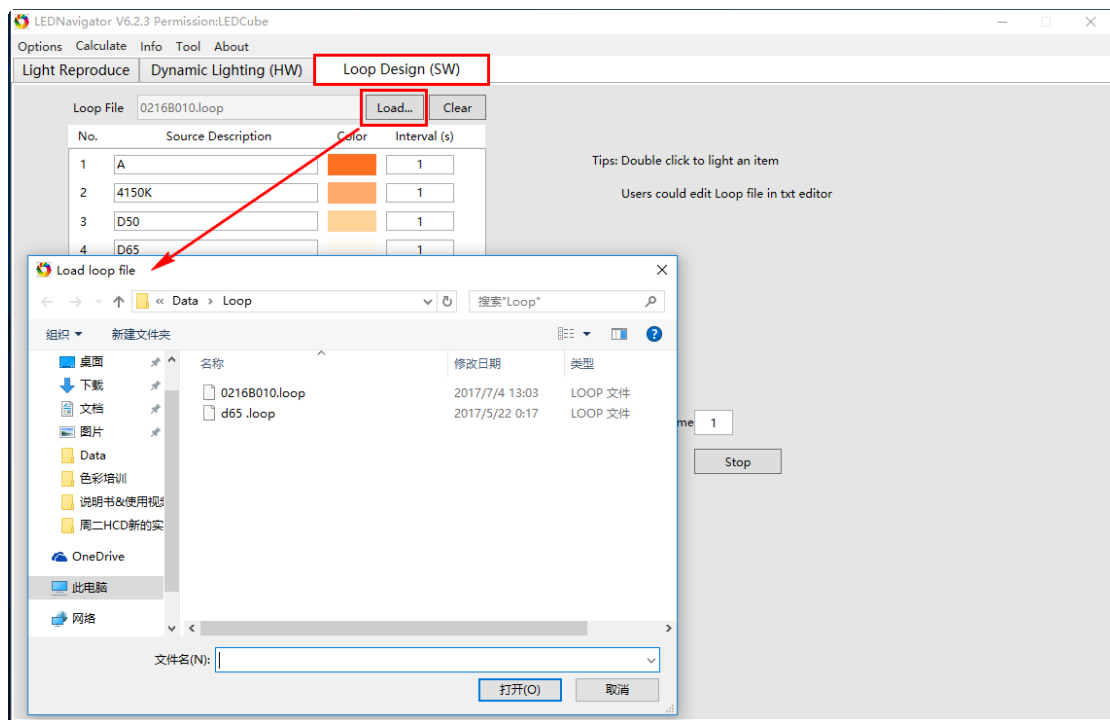

图 4.15.载入历史 Loop File 文件
4.6 节中提到的 *Save to SW...* 保存的光源，将会显示在该界面，双击某一个光源即可点亮该光源，请务必点击 *Save* 或 *Save As...* 按钮保存当前工作光源至 *Loop file* 中，否则所有光源将随着软件的关闭而删除。点击 *Load...* 按钮可打开历史 *Loop file*，见图 4.15。点击 *Clear* 可清空当前载入的 *Loop file*。